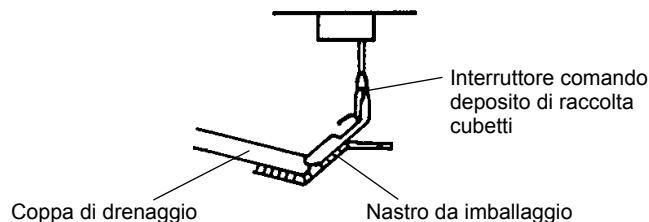

Fig. 2
- 5) Aprire lo sportello della vaschetta per rimuovere il nastro da imballaggio sull'interruttore di comando della vaschetta (v. Fig. 2).